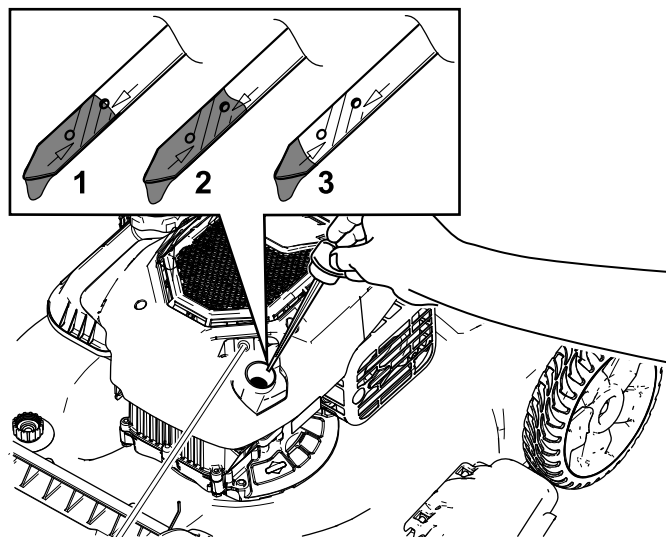

Figura 22
3. Scoateți joja rotind capacul în sens invers acelor de ceasornic și trăgându-l (Figura 22).
10. Verificați nivelul de ulei indicat pe joja (Figura 22).